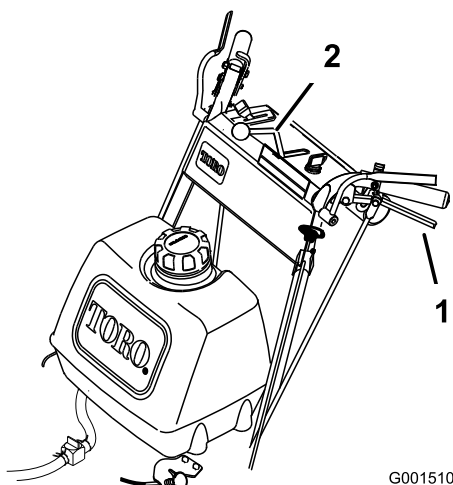

Figura 14
4. Suelte lentamente las palancas de avance para desplazarse hacia adelante (Figura 14).
Para ir en línea recta, suelte las dos palancas uniformemente (Figura 14).
Para girar, apriete la palanca de avance del lado hacia el cual desea girar (Figura 14).
Apriete lentamente las palancas de avance hacia el manillar para desplazarse hacia atrás (Figura 14).